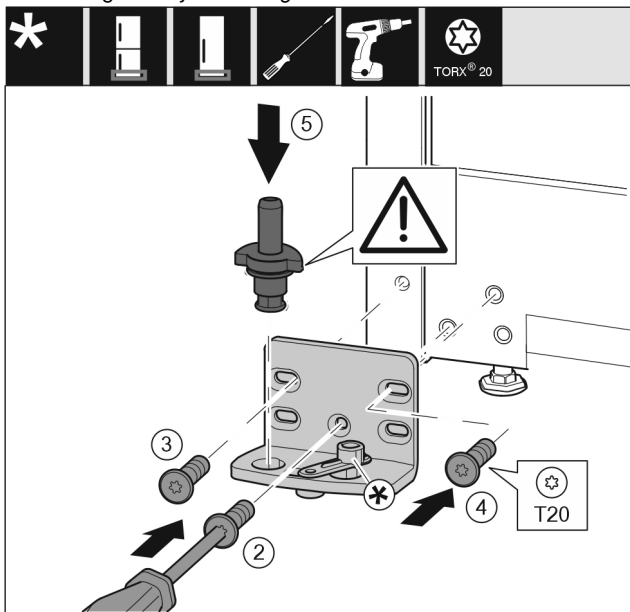

Fig. 36
- Lagerbus op de andere kant aanbrengen en met behulp van een schroevendraaier T20 vastschroeven. Met schroef 2 onder in het midden beginnen. *Fig. 36 (2)*
- Schroef 3 en 4 vastschroeven. *Fig. 36 (3,4)*
- Lagerbout volledig aanbrengen. Let op dat de vergrendel nok naar achter wijst. *Fig. 36 (5)*